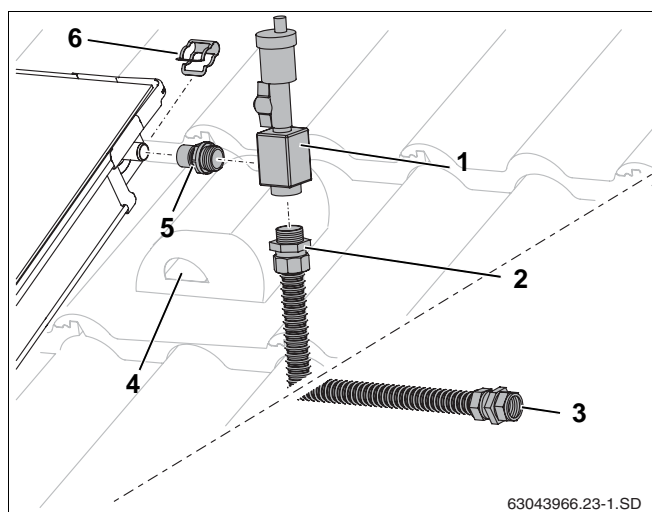

Bild 58 Montera avluftare
- ▶ Skruva fast nippel (bild 58, **pos. 5**) och anslutningsrör (bild 58, **pos. 2**) i luftbehållaren (O-ringstättning).
- ▶ Skjut luftbehållaren (bild 58, **pos. 1**) med nippeln till solpanelsanslutningen och säkra med klämma (bild 58, **pos. 6**).
- ▶ Led anslutningsröret tillsammans med givarkabeln genom avluftningspannan (bild 58, **pos. 4**) och takisoleringen.
- ▶ Anslut värmebärarledningen till skärningskopplingen (bild 58, **pos. 3**).